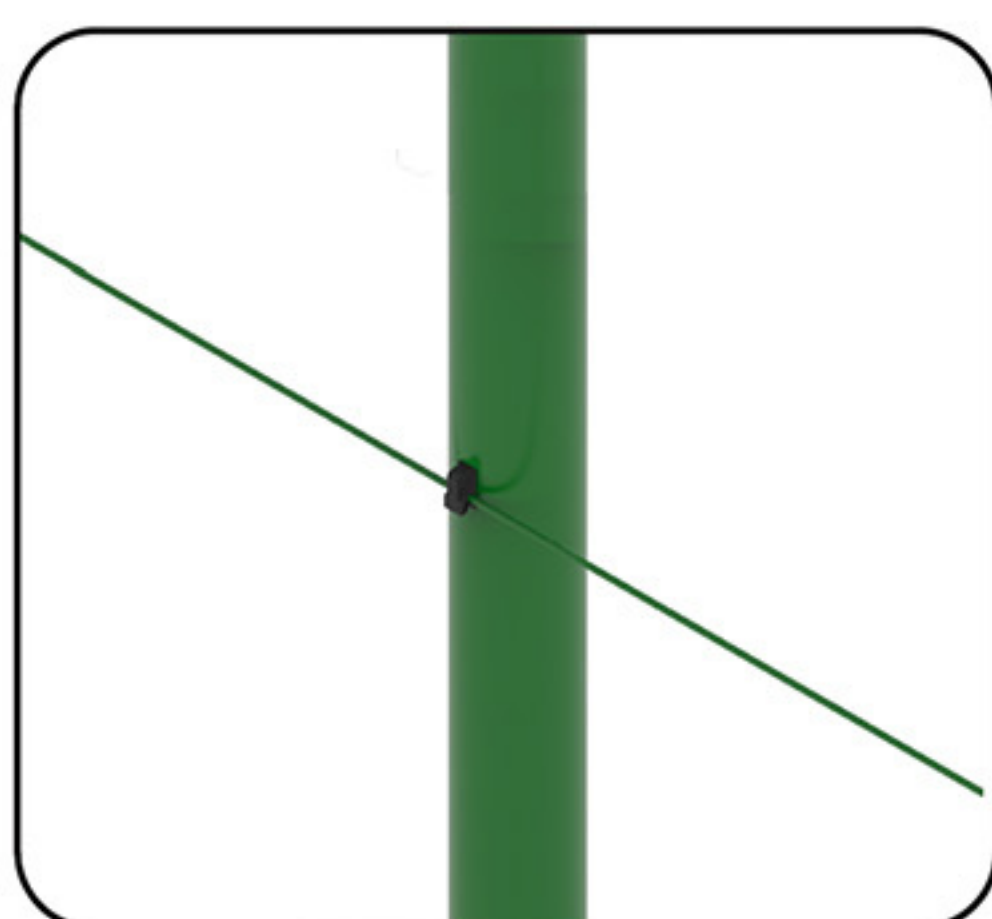

fig.2 : Clip + Câble
2) Tendre les câbles/fils de tension à chaque hauteur (voir fig.2) à l'aide de clip à chaque poteau intermédiaire.